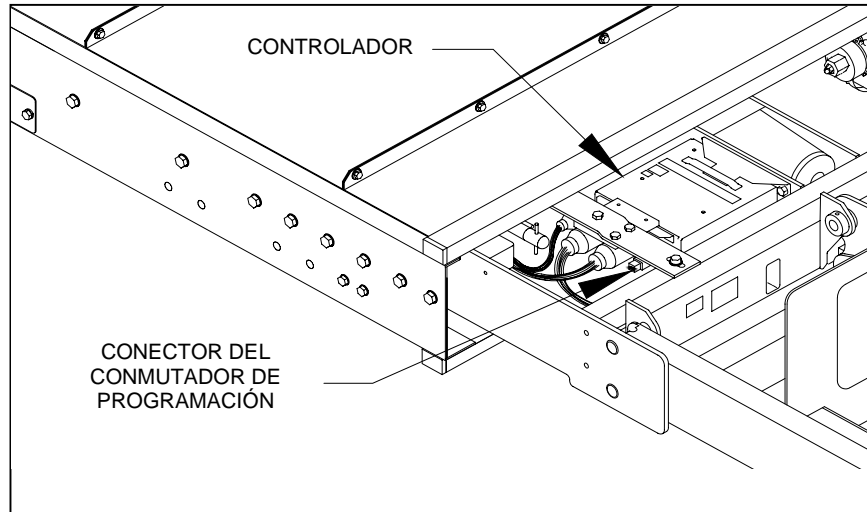

FIGURA 2-5: CONECTOR DEL CONMUTADOR DE PROGRAMACIÓN
- 7) Consulte la **Figura 2-5**. El conector de acoplamiento del conmutador de programación se encuentra fijado en la parte inferior del soporte del controlador, y está protegido con un tapón extraíble. Conecte el conmutador de programación al conector.
- 3) Consulte la **Figura 2-5**. El conector de acoplamiento para el conmutador de programación opcional se encuentra fijado en la parte inferior del soporte del controlador. El conector está protegido con un tapón extraíble. Conecte el conmutador de programación al conector.